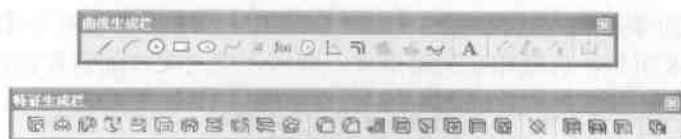

图1-5 曲线生成栏和特征生成栏
- 工具栏：在工具栏中，各应用功能通过在相应的按钮上单击鼠标左键进行操作。各项工具栏可以自定义，界面上包括标准工具、显示工具、状态工具、曲线工具、几何变换、线面编辑、曲面工具、特征工具等几种常用的工具栏。工具栏中每一个按钮都对应一个菜单命令，单击按钮和选择菜单命令效果是完全一样的。图 1-5 所示为两个常用工具栏。